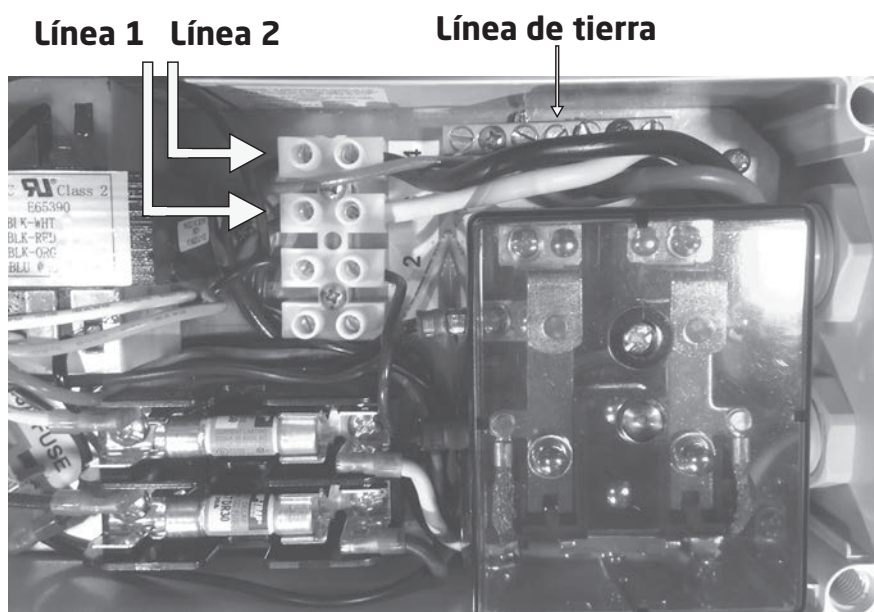

Figura 6 - Cableado de la caja de control
4. Corte el exceso de cable de la caja de control. Pele el aislamiento de cables e instale la línea 1, línea 2, y la línea de tierra usando la figura 6. Vuelva a colocar la cubierta de la caja de control.